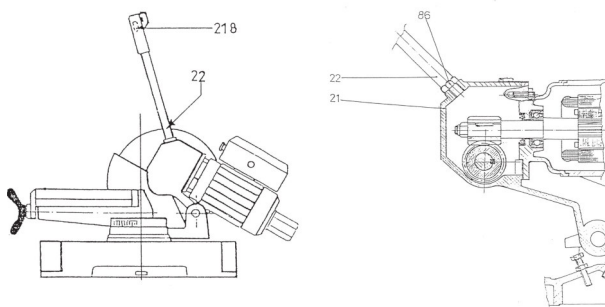

Abb. 10: Montage des Steuerhebels
Schritt 1: Den mitgelieferten Hebelarm [Abb. 10, 22] in die vorgesehene Aussparung am Gehäuse [Abb. 10, 21] einsetzen und mit der Überwurfmutter [Abb. 10, 86] befestigen.